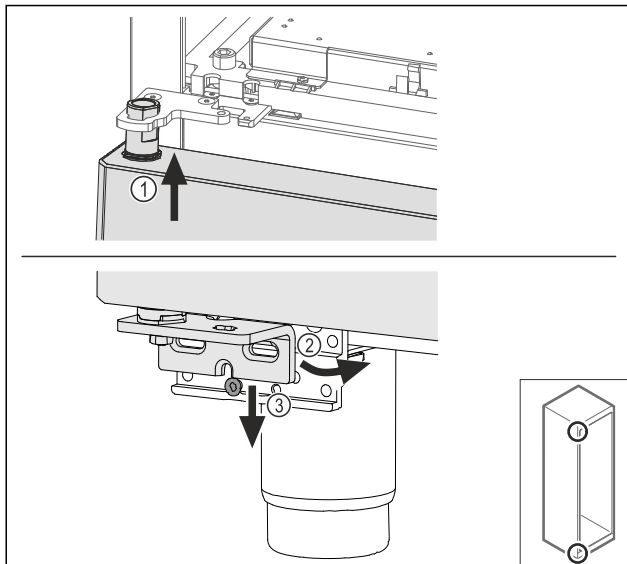

Fig. 64
- ▶ Установите дверь под небольшим уклоном сверху Fig. 64 (1), выровняйте ее прямо Fig. 64 (2) и смонтируйте снизу на винт опорного кронштейна Fig. 64 (3).